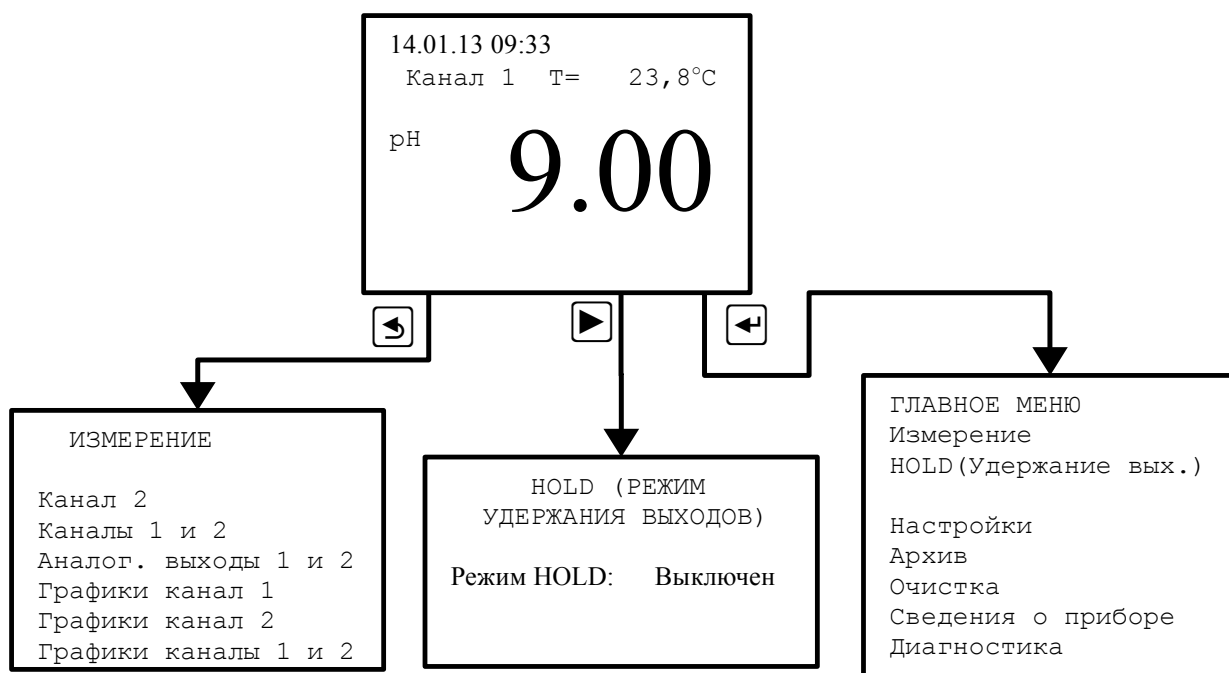

Рисунок 4 - Режим измерения
3.3.1.4 При помощи «горячих» кнопок из режима измерения можно перейти к некоторым режимам и меню рН-метра без перехода через «ГЛАВНОЕ МЕНЮ» (Рисунок 4).
3.3.3.1 Чтобы войти в меню «УСТАНОВКИ» из режима измерения, надо сначала войти в Главное меню. Вход в «ГЛАВНОЕ МЕНЮ» производится при нажатии кнопки  (смотри Рисунок 4).